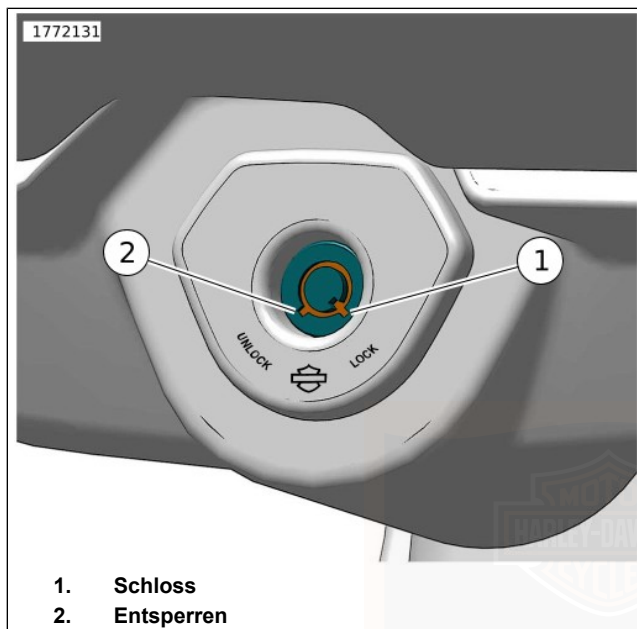

Abbildung 24. Gabelschloss
Siehe Abbildung 24. Das Gabelschloss befindet sich auf der Instrumententafel. Wenn das Gabelschloss sofort nach dem Parken des Motorrads gesperrt wird, erschwert dies die unbefugte Benutzung oder einen Diebstahl. Das Gabelschloss kann mit dem Zündschlüssel ver- und entriegelt werden.
2. Siehe Abbildung 24. Den Schlüssel einstecken und eine Vierteldrehung gegen den Uhrzeigersinn drehen, um den Knopf zu sperren. Den Schlüssel abziehen.
1. Siehe Abbildung 24. Den Schlüssel einstecken und eine Vierteldrehung im Uhrzeigersinn drehen, um den Knopf zu entsperren. Den Schlüssel abziehen.